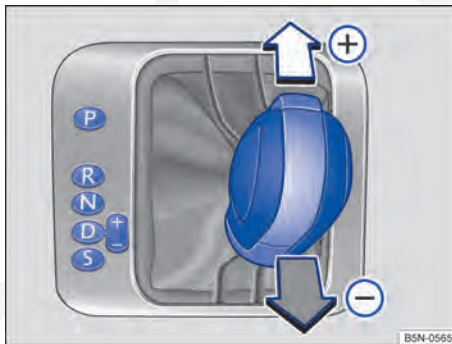

Fig. 147 Alavanca seletora na posição Tiptronic.
- Mover a alavanca seletora para frente (+) ou para trás (-) para aumentar ou diminuir a marcha ⇒ Fig. 147.